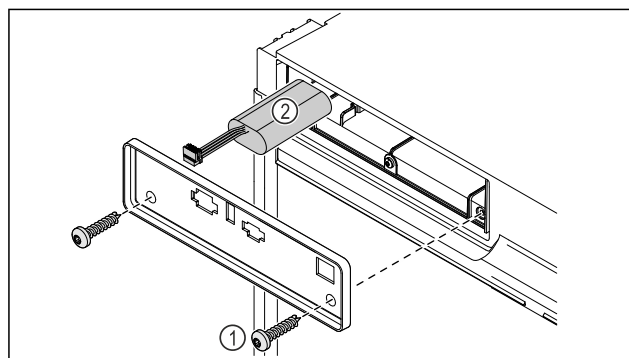

Fig. 228
- Odvrnite vijke i skinite poklopac na stražnjoj strani uređaja Fig. 228 (1).
- Iskopčajte i izvadite bateriju Fig. 228 (2).